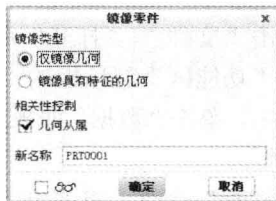

图 1-28 “镜像零件”对话框
- 镜像零件：从当前模型创建镜像新零件。单击该命令，弹出“镜像零件”对话框，如图 1-28 所示。